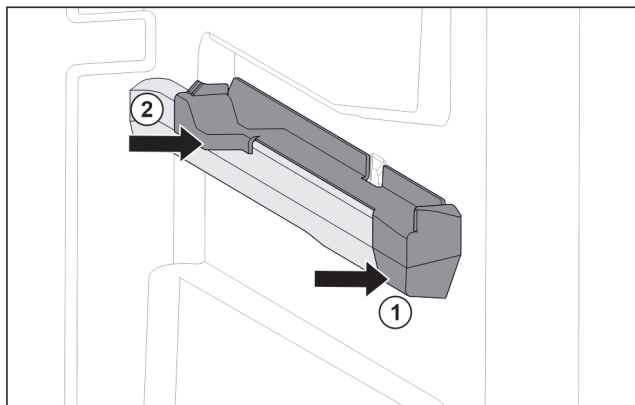

Fig. 129 Natični dio na desnom žlijebu spremnika
- Postavite natični dio sprijeda na žlijeb spremnika. Fig. 129 (1)
- Pritisnite natični dio straga. Fig. 129 (2)